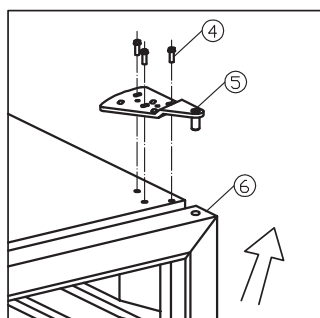
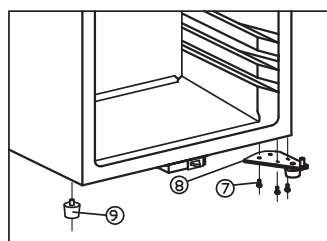

fig. 7.2
fig. 7.3
- En retenant fermement la porte, relâchez et enlevez la charnière du haut, soulevez et retirez la porte. Voir fig. 7.2
- Dévissez la charnière du bas (8)
- Retirer la longue patte du cabinet (9) du côté gauche et faites la passer du côté droit. Voir fig. 7.3
- Installez la porte sur l'axe de la charnière du bas (8) de la même façon dont elle a été enlevée, vissez la charnière du haut sur le côté droit.